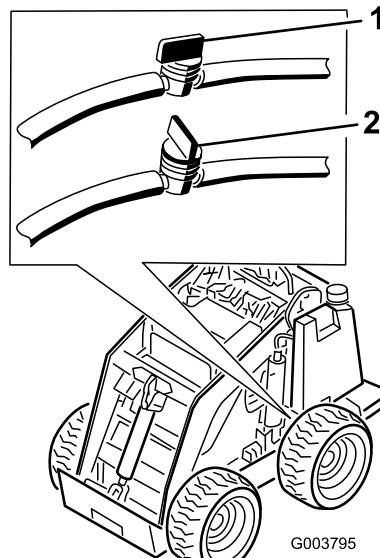

図 33
2. 燃料タンクの下にある燃料バルブを閉じる（図 33）。
6. 燃料タンクの下にある燃料バルブを開ける（図 33）。
- 3. 燃料タンクの下にあるホースについている燃料バルブを閉じる（図 33）。
- 10. 燃料タンクの下にあるホースについている燃料バルブを図 33に示すように開く。